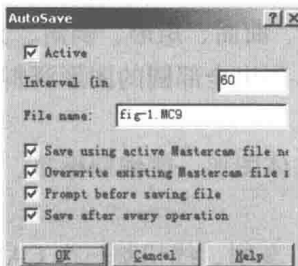

图 1-3
(1) 增加自动存储对话框, 选择 Screen→Configure→Starty/Exit (屏幕→设置→启动/退出) 命令, 显示“启动和退出”对话框, 单击左下角的 AutoSave (自动存储) 按钮, 打开“自动存储”对话框, 如图 1-3 所示, 它用于存储每个刀具路径操作创建后的文件。